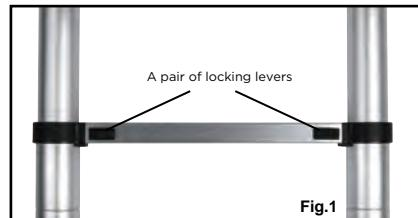

Fig.1
- Cada mecanismo está conectado a uma alavancas de travamento visível no exterior (ver Fig.1).
- Each mechanism is connected to a locking lever visible on the outside (see Fig.1).